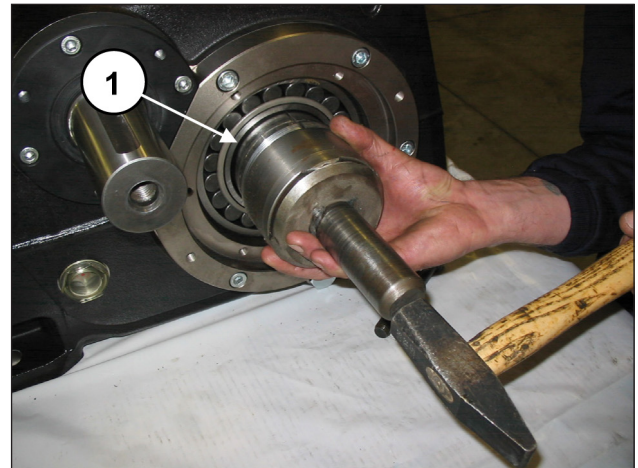
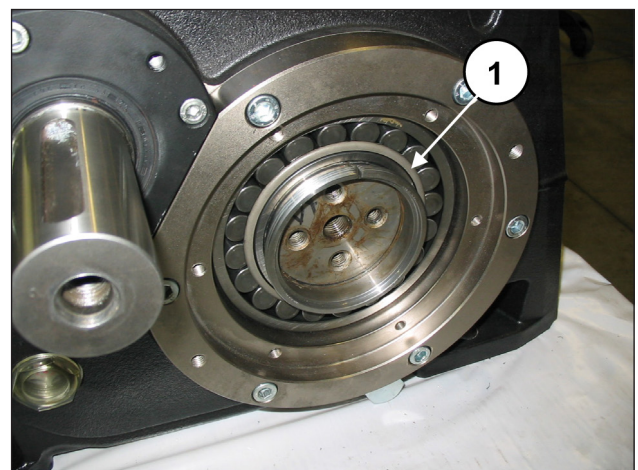

Abb. 77
Abb. 78
Treiben Sie die Druckbuchse vollständig auf die Kurbelwelle (Pos. ①, Abb. 77 und Abb. 78) mithilfe eines Schlagwerks und eines Dorns ein.